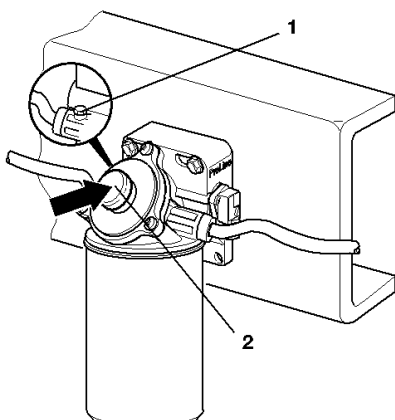

Рис. 15. Удаление воздуха:
7. Отвернуть резьбовую пробку вентиляционного отверстия 1 (рис. 15).